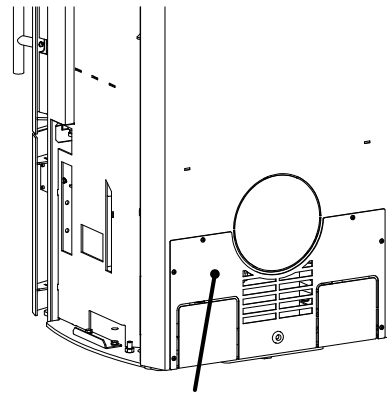

Fig. 1 Bekleding voor wateraansluiting
- Schroef de bekleding voor wateraansluiting van het achterwand (Fig. 1).